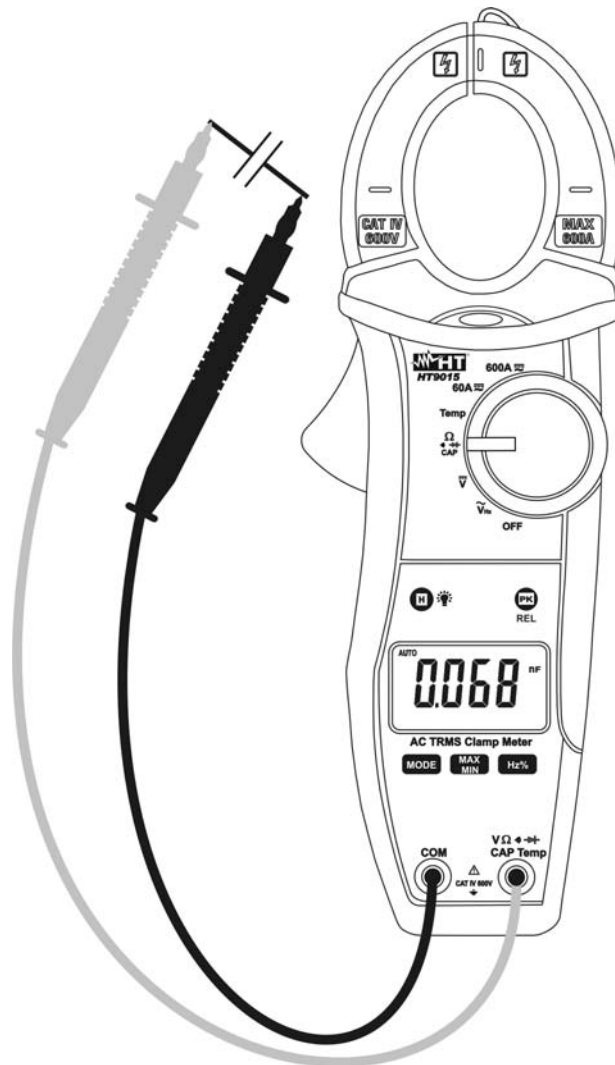

Abb. 7: Messung der Kapazität
4. Verbinden Sie die rote Messleitung mit der "+" Buchse, und die schwarze Messleitung mit der – Buchse (siehe Abb. 7).